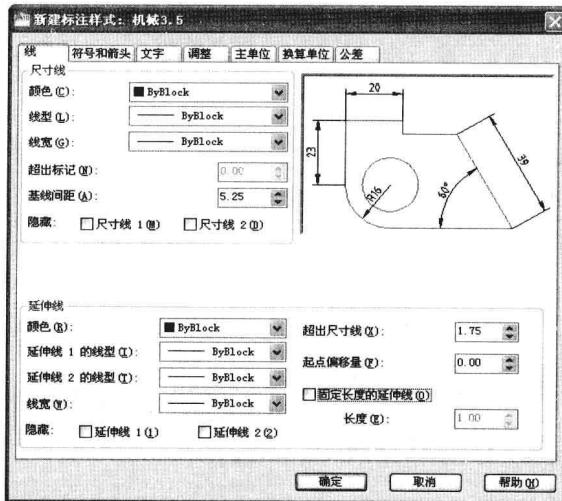

图 7-2-3
(3) 打开“新建标注样式：机械 3.5”对话框，单击“线”选项卡，“基线间距”设置为 5.25，“超出尺寸线”设置为 1.75，“起点偏移量”设置为 0，如图 7-2-3 所示。